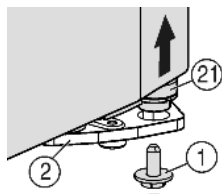
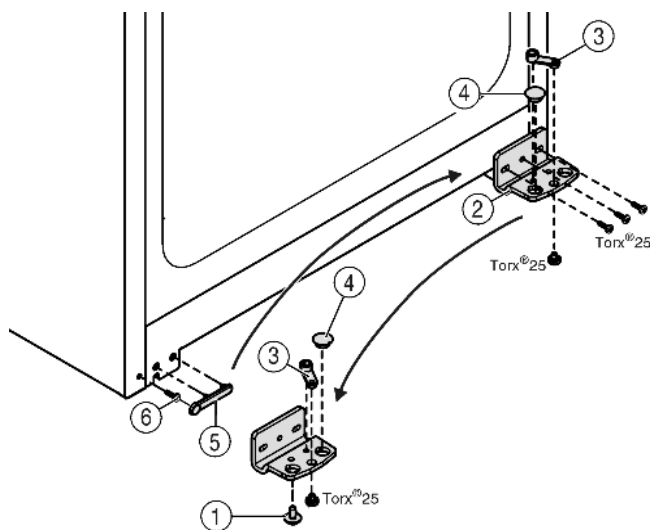

Fig. 4
Fig. 5
- ▶ Внизу справа на опорном кронштейне выкрутите фиксирующий винт Fig. 4 (1).
- ▶ Опорный палец Fig. 4 (21) можно извлечь из опорного кронштейна Fig. 5 (2).
- ▶ Если не удастся извлечь опорный палец Fig. 4 (21), нажмите на него снизу.
- ▶ Открутите опорный кронштейн Fig. 5 (2).
- ▶ Открутите опорную деталь Fig. 5 (3) и, переставив в отверстие на противоположной стороне опорного кронштейна, снова прикрутите.
- ▶ Извлеките заглушку Fig. 5 (4) из опорного кронштейна и переставьте ее в отверстие на противоположной стороне опорного кронштейна.
- ▶ Осторожно снимите крышку со стороны ручки Fig. 5 (5).
- ▶ Выкрутите болт Fig. 5 (6) и вкрутите на противоположную сторону.
- ▶ Снова установите крышку Fig. 5 (5).
- ▶ Снова прикрутите опорный кронштейн Fig. 5 (2) на новой стороне шарнира (с моментом 4 Нм). При необходимости используйте аккумуляторный шурупверт.
- ▶ Вкрутите фиксирующий винт *Fig. 4 (1)* внизу в опорный палец и затяните (с моментом 4 Нм).